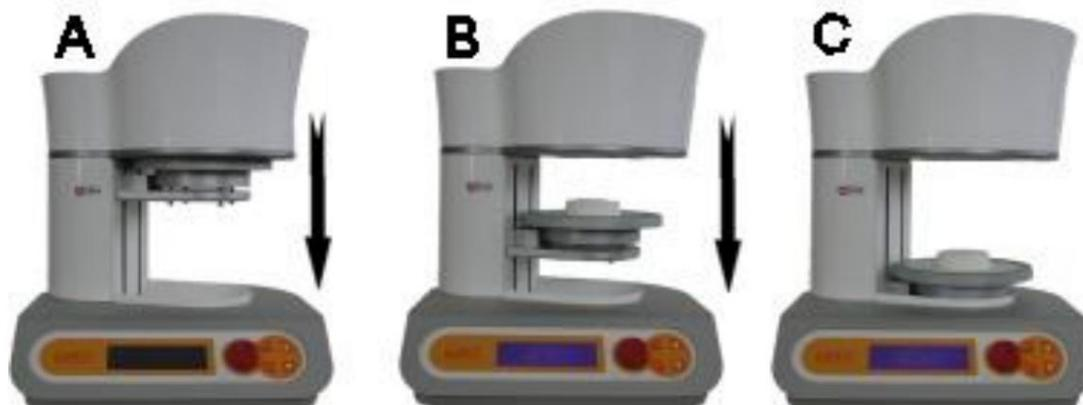

Bild. 4
3.2 - Öffnen und Schließen der Muffel (Abb. 4)
Beim SR 852 Luxor Ceramic erfolgt das Öffnen und Schließen der Muffel durch Absenken und Anheben der Platte (Abb. 4 B). Auf den obigen Bildern können Sie die Positionen erkennen: A (geschlossener Ofen), C (Ofen vollständig geöffnet). Wenn der Ofen nicht mit einem Brennprogramm läuft, drücken Sie zum Öffnen der Muffel die Taste 5 FB. Die Platte senkt sich ab und stoppt in ihrer niedrigsten Position. Um die Platte anzuheben, drücken Sie den Knopf 6 FA. Um die Platte während einer Bewegung anzuhalten, drücken Sie erneut entweder die Taste FA oder FB. Beachten Sie, dass die Arbeitsplatte am Ende eines Programms halb nach unten fährt und in dieser Position bleibt. Wenn der Bediener den Ofen öffnen möchte, muss er die Taste PFEIL NACH UNTEN drücken, um die Platte abzusenken, die dann ganz herunterfährt nach unten und bewegt sich in die unterste Position.